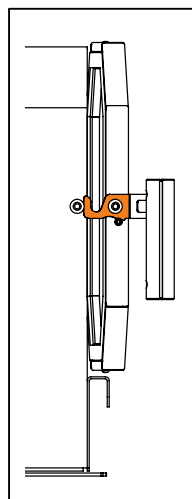

Figura 6. Posizione dello sportello
- Durante il riscaldamento pre-installazione, tenere lo sportello leggermente aperto. Non chiudere lo sportello in nessuna fase del primo riscaldamento. (Vedere Figura 6).